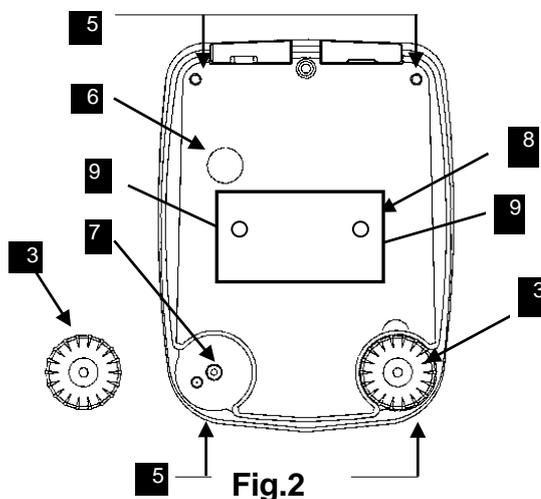

Fig.2
- **Collegare** l'alimentatore al connettore (fig.2 par. 5). Posto sul retro della bilancia